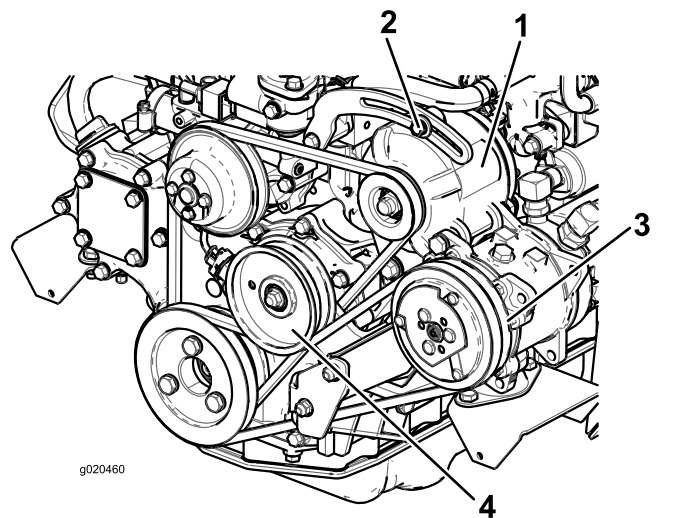

Figure 82
Si vous n'obtenez pas une flèche de 10 mm, desserrez les boulons de fixation de l'alternateur (Figure 82).
Vérifiez l'état et la tension de la courroie (Figure 82) toutes les 100 heures de fonctionnement.
- Si vous n'obtenez pas une flèche de 10 mm, desserrez le boulon de fixation de la poulie de tension (Figure 82). Augmentez ou diminuez la tension de la courroie du compresseur et resserrer le boulon. Contrôlez de nouveau la flèche de la courroie pour vérifier si la tension est correcte.